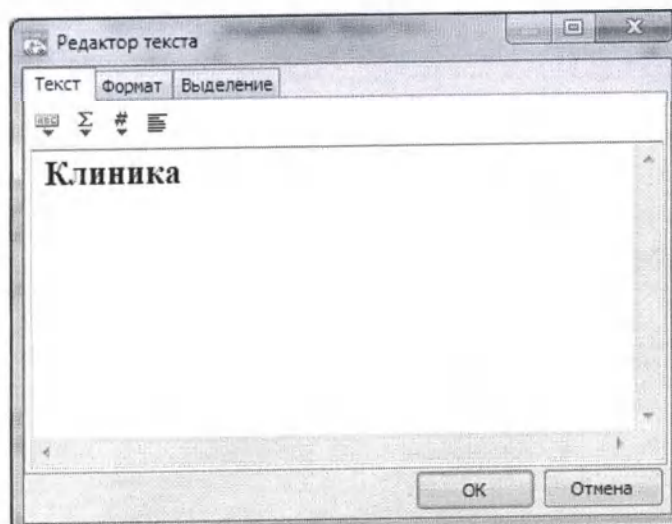

Рис. 4.49. Окно «Редактор текста».
- Для изменения заголовка нужно кликнуть два раза мышью по соответствующему полю. На экране появится редактор текста, в котором можно исправить (изменить) содержание заголовка (рис. 4.49).